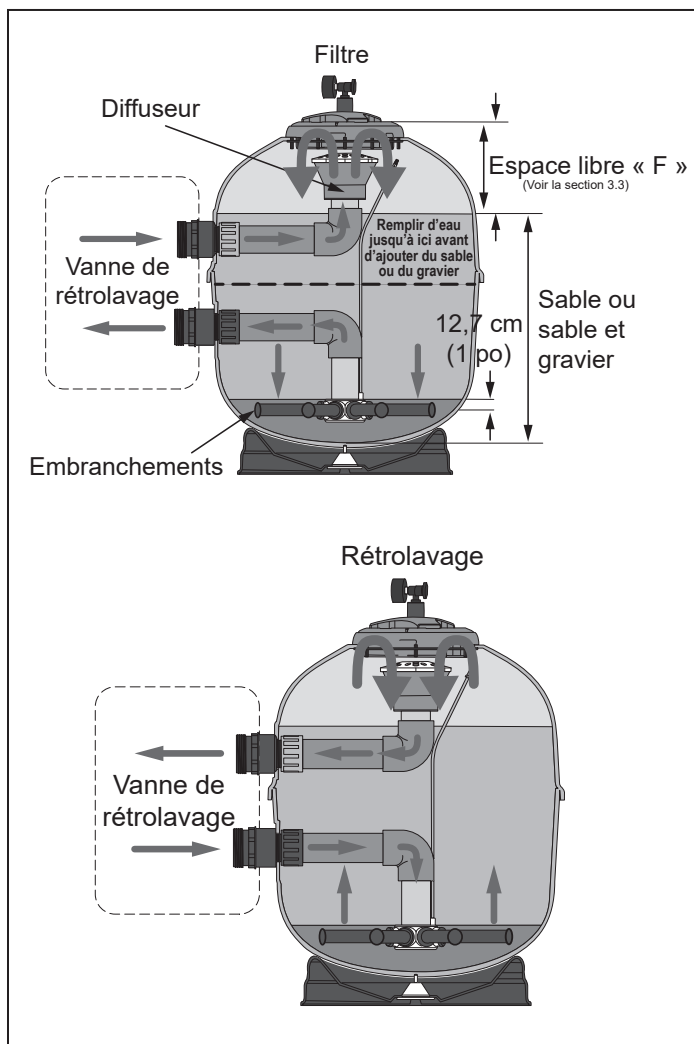

Figure 2. Filtre et fonction de lavage à contre-courant
Les filtres à sable haut débit de Jandy utilisent communément du sable ou du sable sur une fine couche de gravier fin comme matériau de filtration. Voir la figure 2. L'utilisation d'un matériau de filtration autre que le sable est également décrite à la Section *Configuration, Matériau de filtration autre*.
- Si du gravier est utilisé, il couvrira les embranchements à environ 25 mm (1 po) au-dessus des embranchements. Voir la figure 2.
2. Remplir le filtre jusqu'à moitié avec de l'eau avant de charger le matériau de filtration. Voir la figure 2.